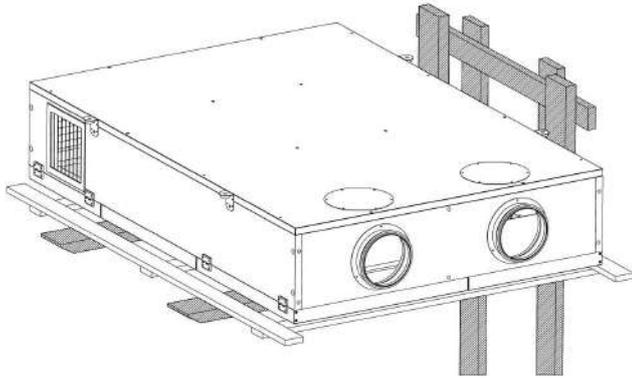

Fig.24
- Sollevare l'assieme macchina e semi-gabbia mediante muletto fino alla quota di installazione (Fig. 24).
- Lift the units with the wood cage by a fork lift up to the defined height (Fig.24).